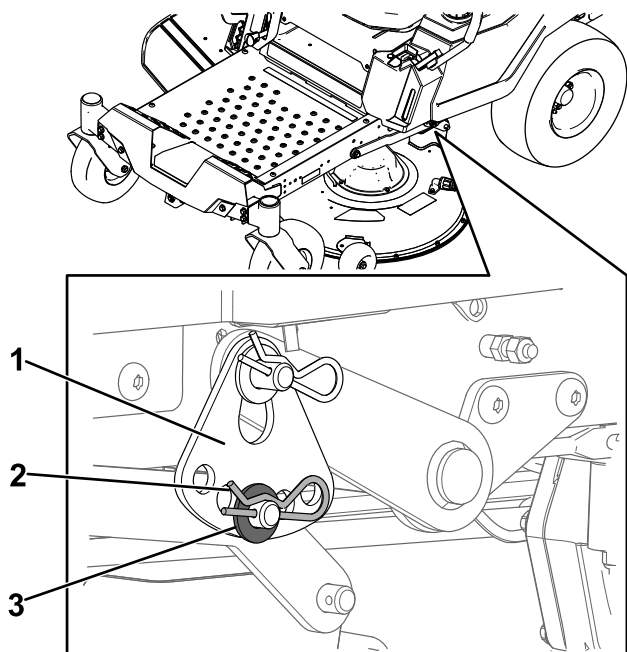

Bild 67
6. Entfernen Sie den Splint und die Unterlegscheibe vom unteren Hubarmbolzen (Bild 67).